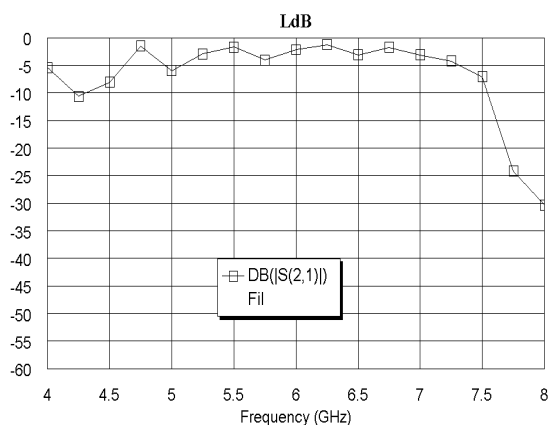

Рис. 3.171
3. Щёлкните по значку **Analyze** на панели инструментов. Щёлкните по графику правой кнопкой мышки и выберите **Properties**. На вкладке **Axes** открывшегося окна для оси x снимите “галочки” в **Auto limits** и в **Auto divs**, в поле **Min** введите **4**, в поле **Max** введите **8**, в поле **Step** введите **0.5**. Для оси **Left 1** снимите “галочки” в **Auto limits** и в **Auto divs**, в поле **Min** введите **-60**, в поле **Max** введите **0**, в поле **Step** введите **5**. Нажмите **Apply** и **OK**. Полученный график показан на рис. 3.171.